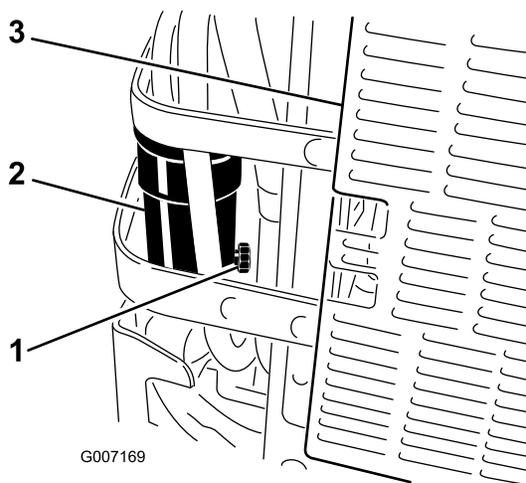

Figura 71
5. Aprite di circa un giro la valvola di spurgo sul separatore di condensa per permettere lo spurgo dell'acqua e di altre sostanze contaminanti (Figura 71).
6. Chiudete la valvola di spurgo quando inizia a fuoriuscire solamente gasolio (Figura 71).